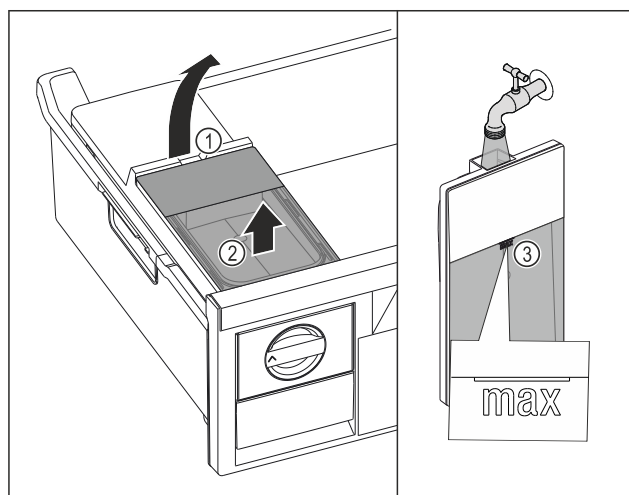

Fig. 98
- Dvignite rezervoar za vodo dvignite za izrez Fig. 98 (1).
- Rezervoar za vodo odstranite v smeri navzgor. Fig. 98 (2)
- Rezervoar za vodo napolnite s pitno vodo do oznake Fig. 98 (3).